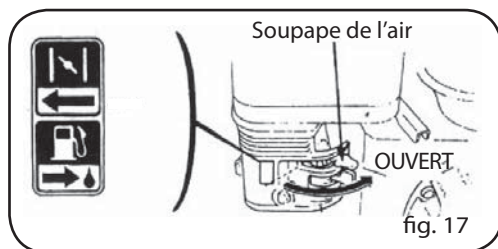

fig. 17
1. Laisser le moteur se réchauffer, puis placer la manette de l'air sur la position "OUVERT" (ouvert) (Fig.17).